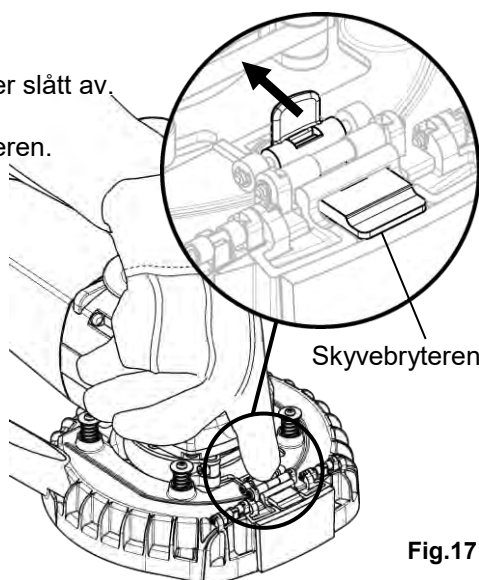

Fig.17
3. Åpne frontlokket ved å trekke ut skyvebryteren. (Fig.17)